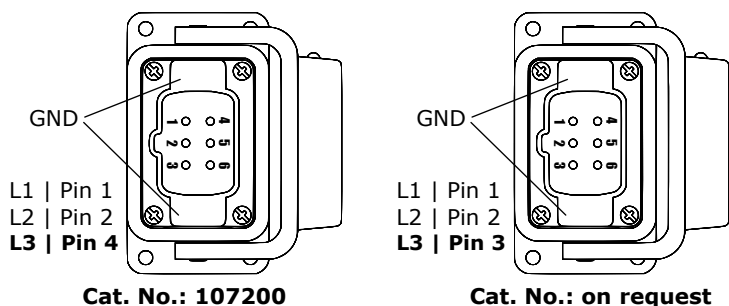

Abbildung 8.2: Pin-Belegung Anschluss Eingang
*Ausführung mit alternativer Pin-Belegung des Eingangsschlusses, siehe Abb. 8.2